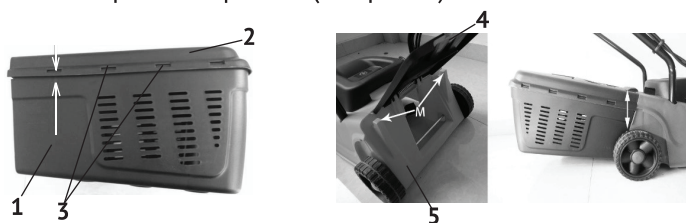

рис. 3
#### 2.2.3 Установка травосборника (см. рис.3)
- установите крышку травосборника рис.3 поз.2 на корпус травосборника рис.3 поз.1 используя зажимы рис.3 поз.3;
- поднять вверх (как показано на рисунке) крышку фиксации (рис.3 поз.4);
- используя элементы крепления (рис.3 поз.М), установите корпус травосборника на корпус газонокосилки (рис.3 поз.5);
- опустив крышку (рис.3 поз.4), зафиксируйте корпус травосборника.